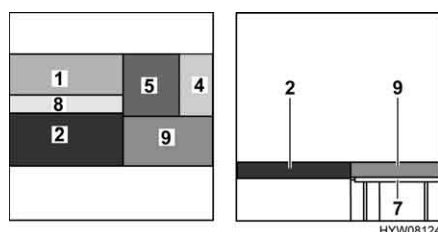

Fig. 116 Dopo la trasformazione
- Posizionare i cuscini dello schienale del sedile (Fig. 116,1) sul tavolo.
- Posizionare il cuscino aggiuntivo (Fig. 116,8) tra il cuscino del divano e il cuscino dello schienale.
- Posizionare il cuscino dello schienale del sedile longitudinale (Fig. 116,4) tra il cuscino del sedile longitudinale e la parete posteriore.
- Posizionare il cuscino aggiuntivo (Fig. 116,9) sulla piastra di supporto.